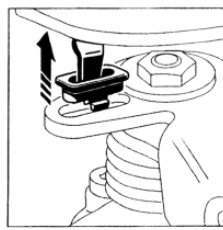

FIGURE 2
- Faire un quart de tour à l'insert plastique. (figure 2)